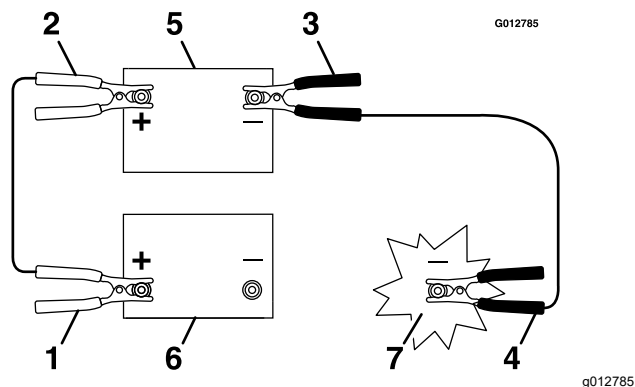

Figura 82
4. Collegate il cavo positivo (+) al morsetto positivo (+) della batteria scarica collegata all'avviatore o al solenoide come illustrato in Figura 82.